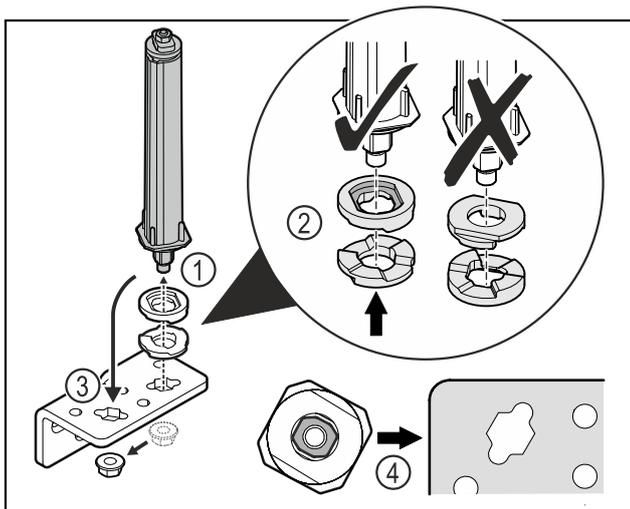

Fig. 30
- ▶ Mutter lösen und Türschließsystem entfernen Fig. 30 (1).
- ▶ Auf die korrekte Ausrichtung der Höhenverstelleisbeiben achten Fig. 30 (2).
- ▶ Türschließsystem im Scharnierwinkel umsetzen und mit der Mutter fixieren Fig. 30 (3).
- ▶ Beim Einsetzen auf die korrekte Ausrichtung des Türschließsystems achten Fig. 30 (4).